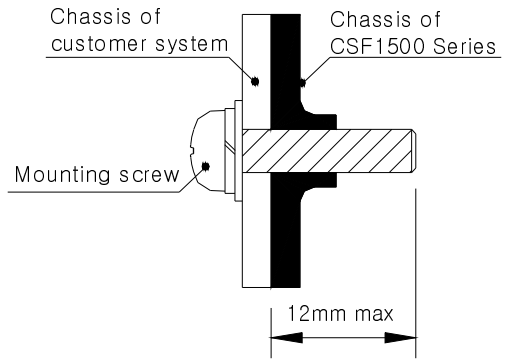

Fig. 18 Mounting Screw
- 제품 실장시 사용하는 Mounting Screw는 M4이며 Fig.18 그림을 참조하여 주십시오.